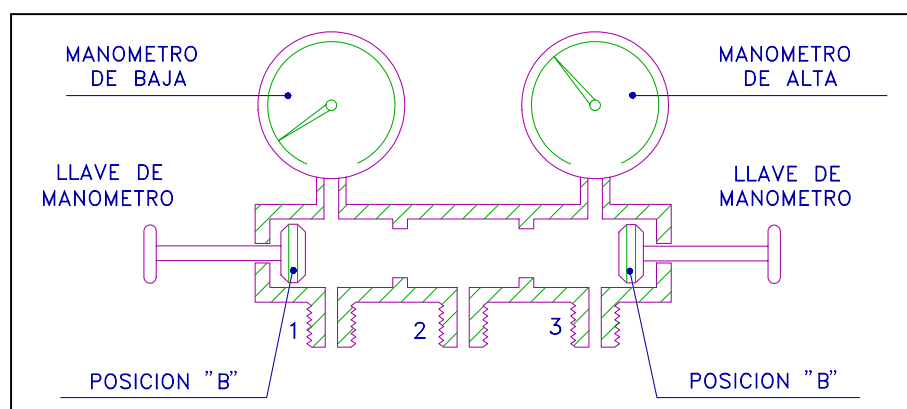

Fig.8
- Conectar el juego de manómetros, tomas (1) y (3), a los racores auxiliares de las válvulas de aspiración y descarga del compresor.
- Abrir las llaves de los manómetros y colocarlas en posición "B" (fig. 8).